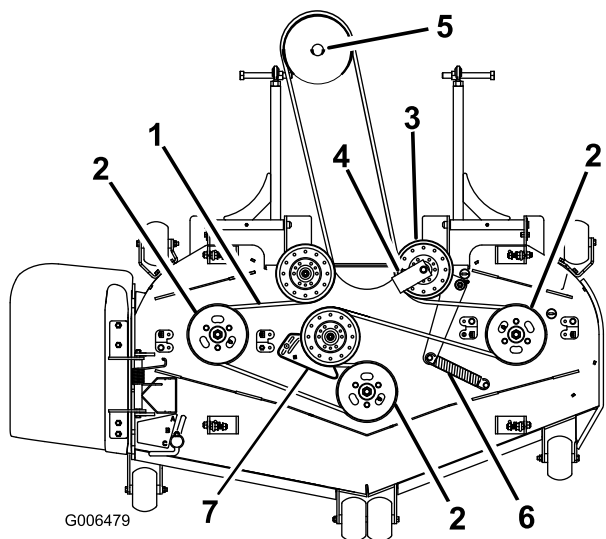

Figura 88
7. Retire a guia da correia na polia intermédia com mola que se mostra na Figura 88.
9. Instale a nova correia em torno das polias do cortador e da polia da caixa de velocidades sob o motor (Figura 88).
10. Instale a guia da correia no tambor falso de mola a um ângulo de 45 graus, conforme ilustrado na Figura 88. Aperte o parafuso com 37 a 45 N·m.
11. Instale a mola do tambor falso nas 2 colunas (Figura 88).